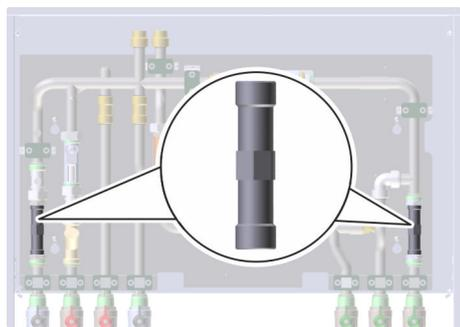

Abb. 75: Passestück
3. ➤ Verschraubung des Passestücks (Abb. 75) mit einem Rollgabelschlüssel lösen und entfernen.